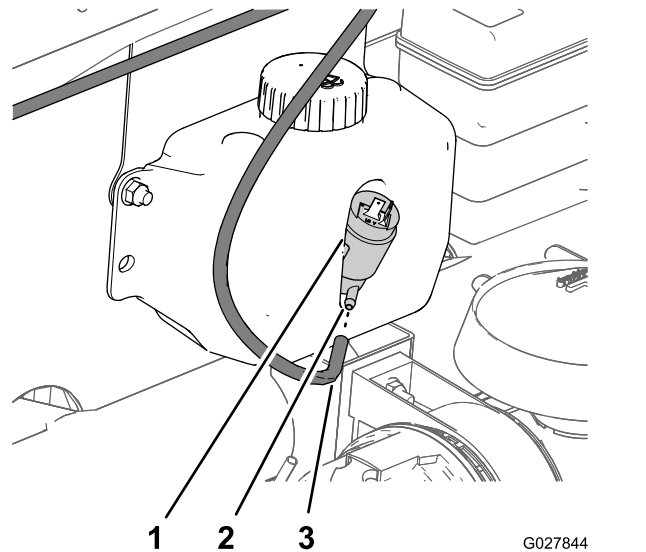

Figure 24
1. Sur le réservoir de liquide lave-glace, placez l'extrémité du flexible en face du raccord cannelé de la pompe du lave-glace (Figure 24).
2. Poussez le flexible sur le raccord jusqu'à ce qu'il soit parfaitement engagé dessus (Figure 24).
- A. Sur le réservoir de liquide lave-glace, débranchez le flexible du raccord cannelé sur la pompe (Figure 24).
- C. Poussez le flexible sur le raccord jusqu'à ce qu'il soit parfaitement engagé dessus (Figure 24).